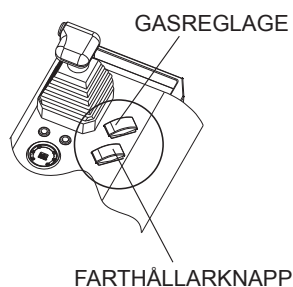

Bild 21. Motoravstängning
1. Återför gasreglaget (Bild 21) till inaktivt och låt motorn vila i 5 minuter.